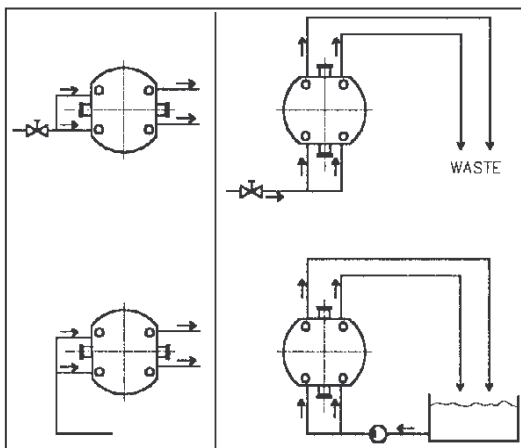

Figure 4 Système de rinçage basse pression
- Le circuit doit être réalisé comme montré sur le schéma (voir figures 4 et 4a) :